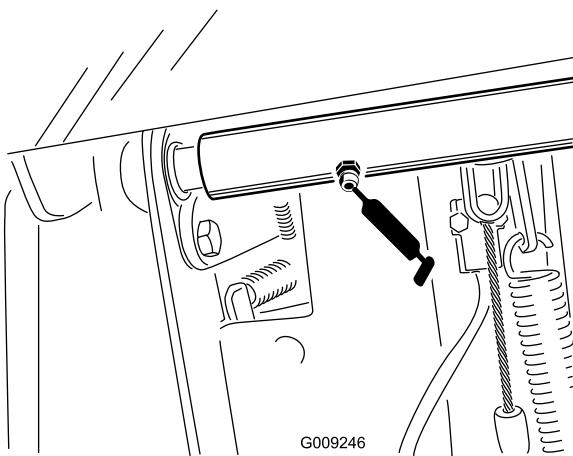

Figure 49
- Roulements d'axes de pivots de freins (1) (Figure 49)